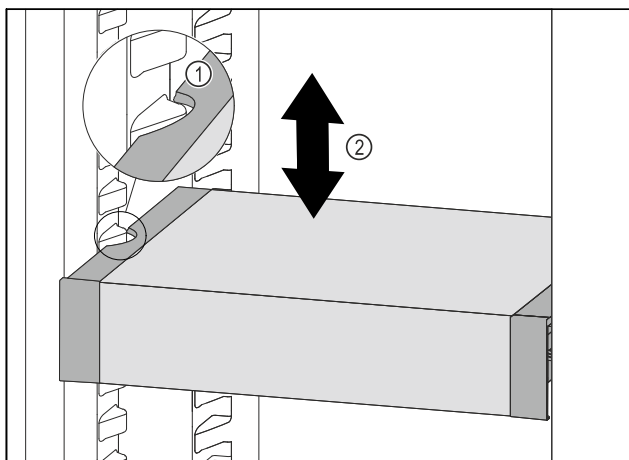

Fig. 67
- ▶ VarioSafe ťahajte dopredu, dokým sa bočné vybrania VarioSafe nebudú nachádzať vo výške rebra nádoby v chladničke. Fig. 67 (1)
- ▶ VarioSafe v chladničke presúvajte nahor alebo nadol, dokým sa dosiahne požadovaná výška. Fig. 67 (2)